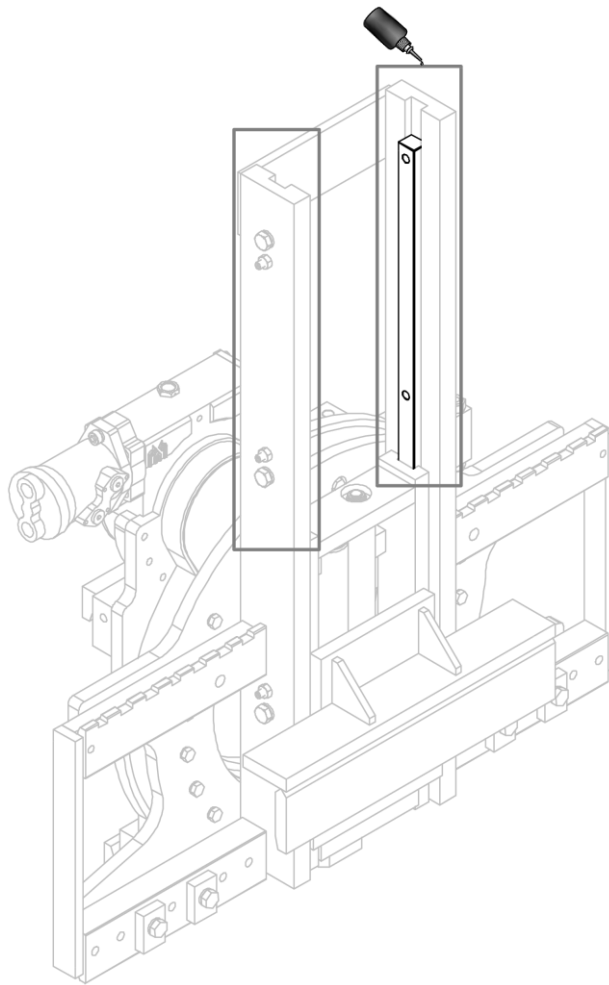

Figura 39
5. Para poder retirar la ralda **R**, también es necesario quitar los tornillos de la parte trasera del equipo (mira *Figura 39*).